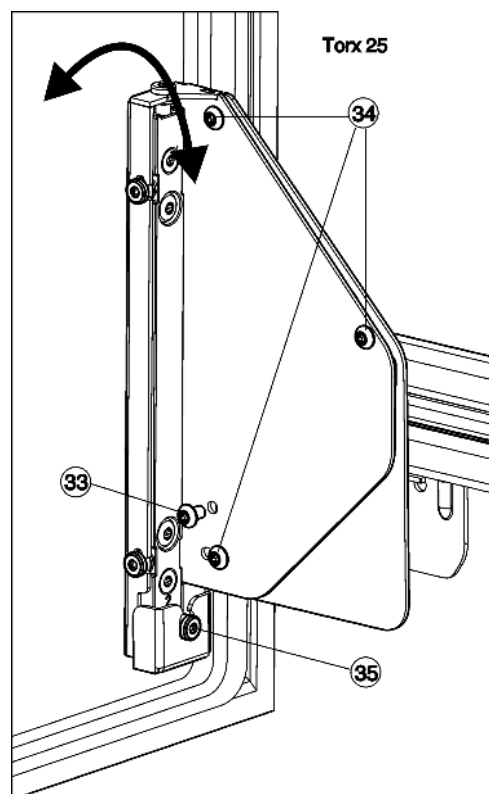

Fig. 22
- Полностью выкрутите винт Fig. 22 (33).
- ▷ Винт Fig. 22 (33) можно утилизировать, он больше не понадобится.
- Отпустите винты Fig. 22 (34) только на 1-2 оборота.
- Вращайте регулировочный винт Fig. 22 (35). По часовой стрелке: дверь вверх отклоняется от корпуса устройства. Против часовой стрелки: дверь вверх приближается к корпусу устройства, а внизу отходит от него.
- После окончания регулировки наклона снова прочно затяните все винты Fig. 22 (34).